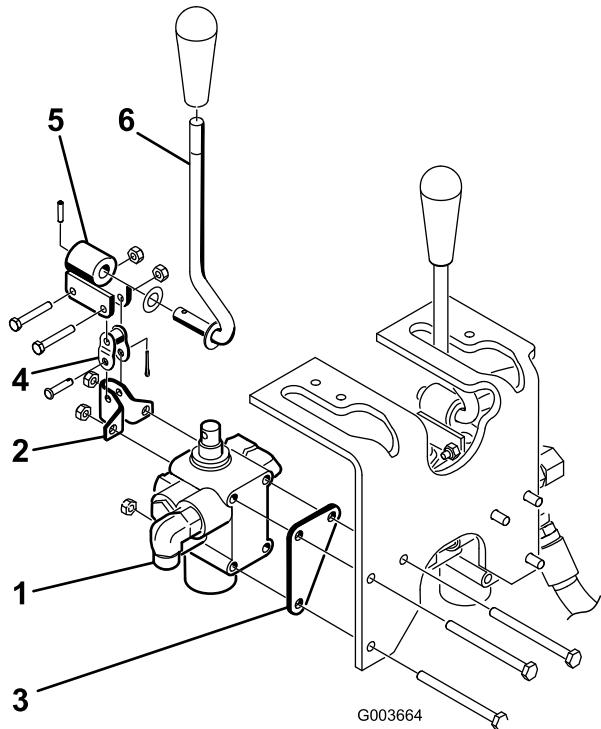

Bild 5
3. Montieren Sie den Drehhebel mit zwei Schrauben (Nr. 10 x 1-1/4 Zoll) und 2 Sicherungsmuttern (Bild 5) lose an der Ventilspule und am Kröpfglied. Ziehen Sie sie noch nicht fest.
2. Befestigen Sie das Ventil, die Schwenkhalterung und die Ventilplatte mit 3 Schrauben (1/4 x 3 Zoll) und 3 Sicherungsmuttern am Rahmen (Bild 5). Positionieren Sie die Ventilplatte beim Montieren gegen die Vorderseite des Rahmenglieds. Ziehen Sie auf 10,2 bis 12,4 Nm an.